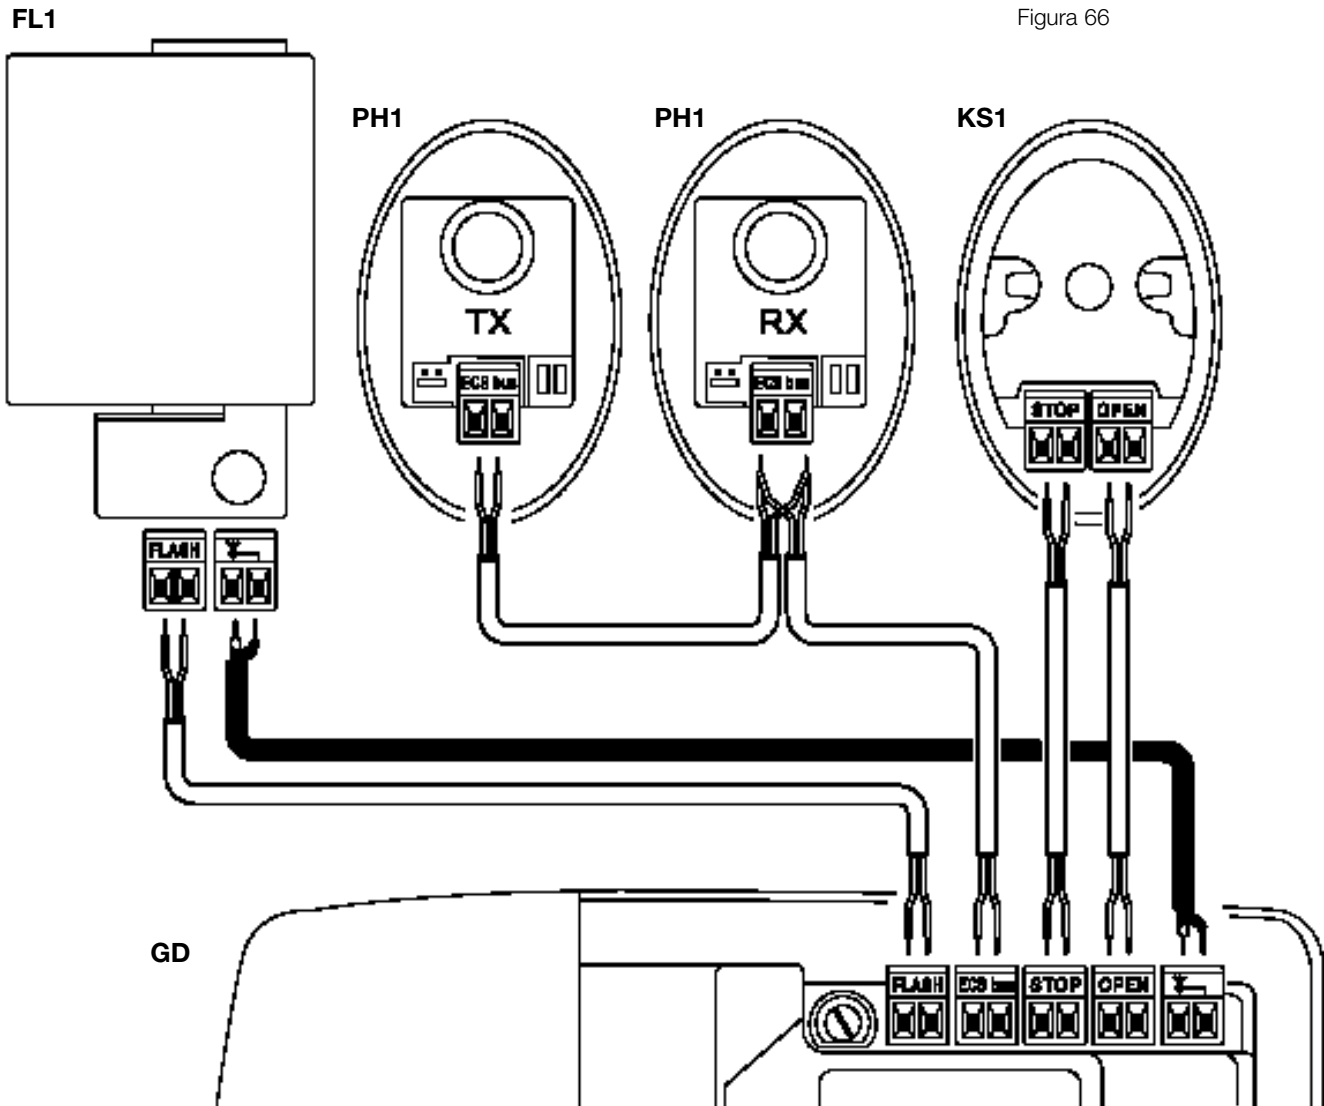

Figura 65
3 Utilice como referencia la Figura 65 para efectuar la conexión eléctrica de baja tensión de los dispositivos a los bornes de la central.
- I casi en ninguna de las conexiones es necesario respetar la polaridad; sólo para el cable blindado de la antena incorporada en la luz intermitente FL1 (accesorio opcional) es necesario conectar el alma y la trenza, tal como indicado en el figura 65.
1 Realice el fascículo técnico del automatismo que deberá estar formado de: dibujo de conjunto (por ejemplo figura 1), esquema de las conexiones eléctricas (por ejemplo figura 65), análisis de los riesgos y soluciones adoptadas, declaración de conformidad del fabricante de todos los dispositivos utilizados. Para el GD utilice el anexo 1 “Declaración de conformidad CE de los componentes del GD”.